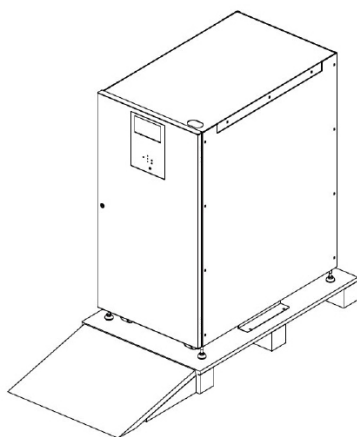

Рисунок 2-3
3. Установите рампу в передней части шкафа. См. рисунок 2-3